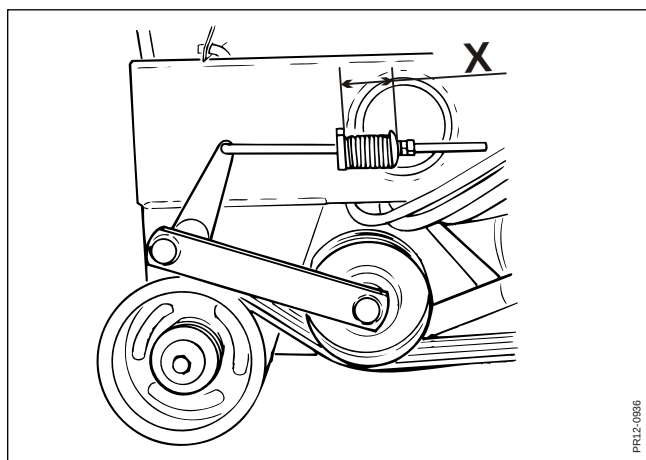

Fig. 5-6
- Fig. 5-6** Kilremmarna spänns så mycket med spännskruven, så att längden för fjädern blir $X = 100$ mm.